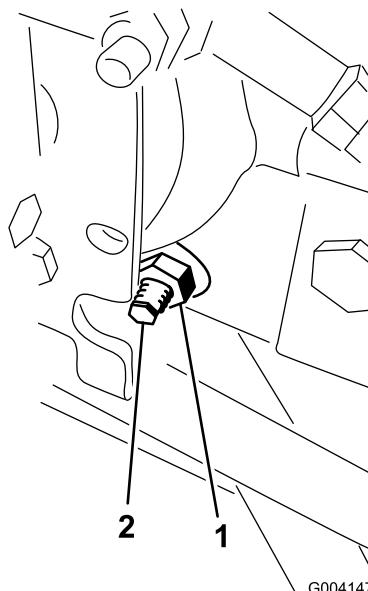

図 47
3. ハイドロスタットの右側にあるトラクション調整カムのロックナットをゆるめる図47。